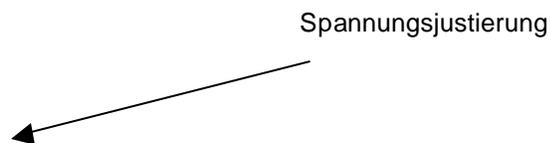

Abb. 15. Höhenfeinjustierung
- g. Passen Sie die Position des Leiterplatten-Manipulators an und positionieren Sie die starre Sonde mit der Höhenfeinjustierung (siehe Abb. 15) so, dass sie sich seitlich neben der zu überprüfenden Komponente befindet. Berühren Sie auf keinen Fall die Leiterplatte mit der starren Sonde. Die ideale Position für die starre Sonde ist in minimalem Abstand über der Platinenoberfläche, sodass die Sonde noch frei bewegt werden kann.